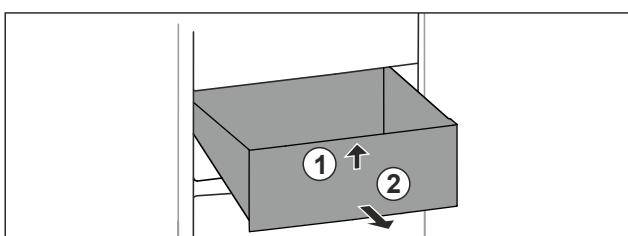

Fig. 97
- ▶ Nadvihnite zásuvku vpred. Fig. 97 (1)
- ▶ Odoberte zásuvku dopred. Fig. 97 (2)